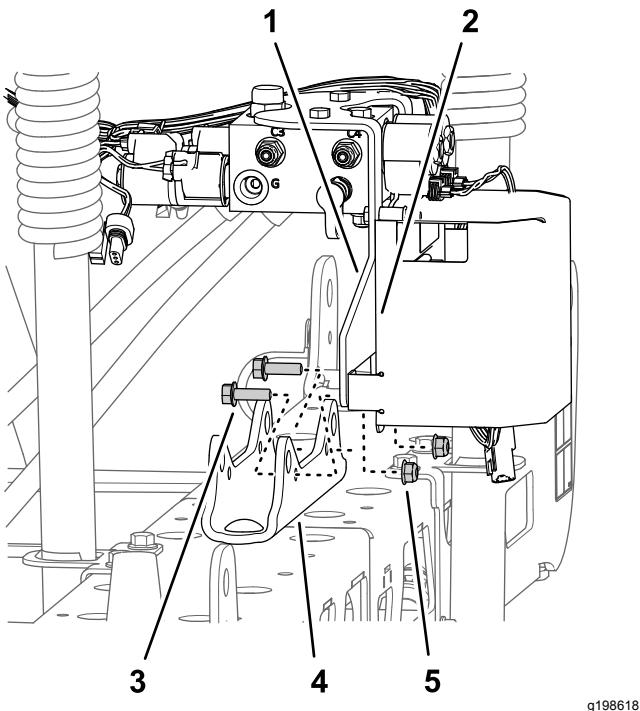

Figure 44
- **Machines avec kit de mise à niveau de rampe ultrasonique en option :** retirez les 2 contre-écrous à embase (5/16") et les 2 boulons à embase (5/16" x 1") qui fixent la patte de support du collecteur de levage de section et la patte de support du contrôleur TEC au support de vérin, puis déposez le collecteur et la patte de support du support de vérin (Figure 44).